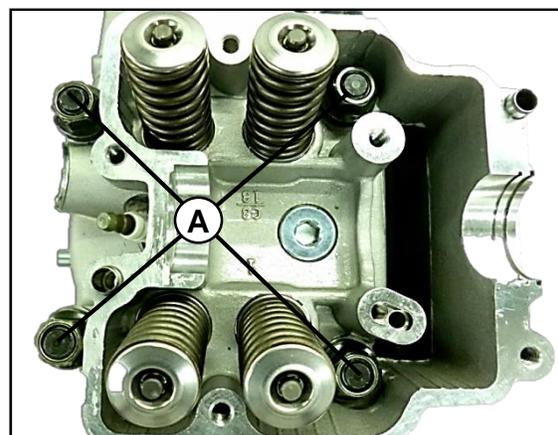

Fig. 24
Retire los cuatro tornillos (B) de la culata. Fig. 24